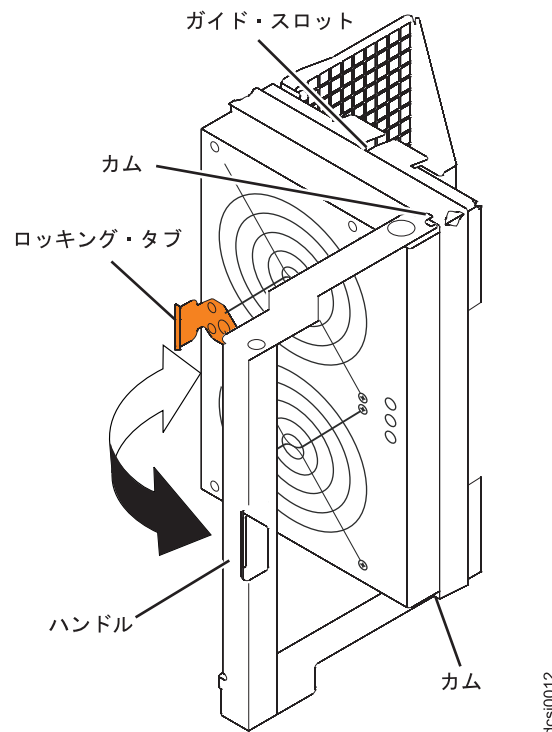

図 86. ファン・アセンブリーの取り外し
- a. ストレージ拡張エンクロージャーの背面で、ファン・アセンブリー・ハンドルを所定の位置に保持しているロックング・タブを押して、ファン・アセンブリー・ハンドルを手前に引き、ファン・アセンブリーを取り外します (図 86 を参照)。